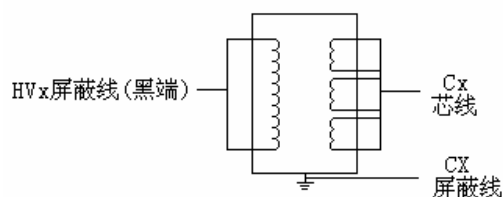
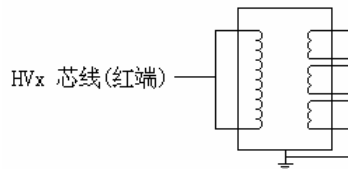

图9 CT接法
图10 CT接法
- A. 接线见图 9
A. 接线参考见图 9 Cx 芯线接末屏
(3) 一次侧对二次测及地
A. 接线见图 10